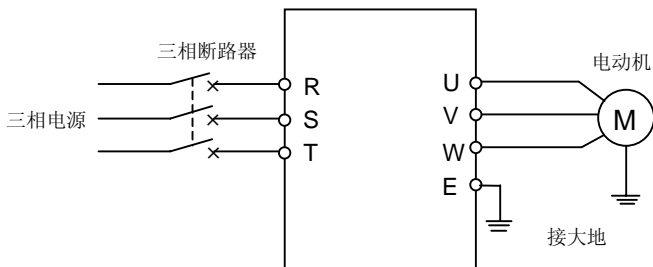

图 4-1 简单运行接线图
- ① 按图 4-1 接线；
- ② 确认接线无误后合上电源开关，接通电源，变频器先显示“P.oFF”，稍后显示“0”；
- ③ 选择变频器控制方式（[F0.0]=0，V/F 控制；[F0.0]=1，无感矢量控制）；
- ④ 确认频率设定通道为面板数字设定方式（[F0.1]=0）；
- ⑤ 根据变频器拖动电动机的额定铭牌数据，采用 V/F 控制方式时，需对参数[F1.3]、[F1.4]进行设置；采用矢量控制方式时，需对参数[F1.15]~[F1.18]进行设置。
- ⑥ 按  键启动变频器，变频器输出 0 频率，显示“0.0”；
- ⑦ 按  键的 UP 功能，增大设定频率，变频器的输出频率增加，电机转速加快；
- ⑧ 观察电机的运行是否正常，若有异常立即停止运行，并断电，查清原因后再运行；
- ⑨ 按  键的 DOWN 功能减小设定频率；
- ⑩ 再按  键停止运行；并切断电源开关。